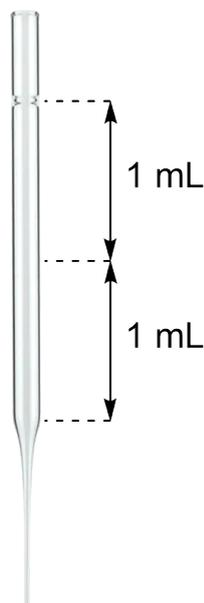

Figure 2 : Pipette Pasteur avec indication du volume approximatif (échelle 1 :2)
10. Le ballon étant toujours dans le bain d'eau glacée, **ajouter** lentement, à l'aide d'une pipette Pasteur, environ 5 mL de la solution de NaHSO₃ (aq, 40%) (1 mL correspond à ½ pipette Pasteur, voir Figure 2). **Continuer** à agiter. Un précipité blanc se forme (produit A).